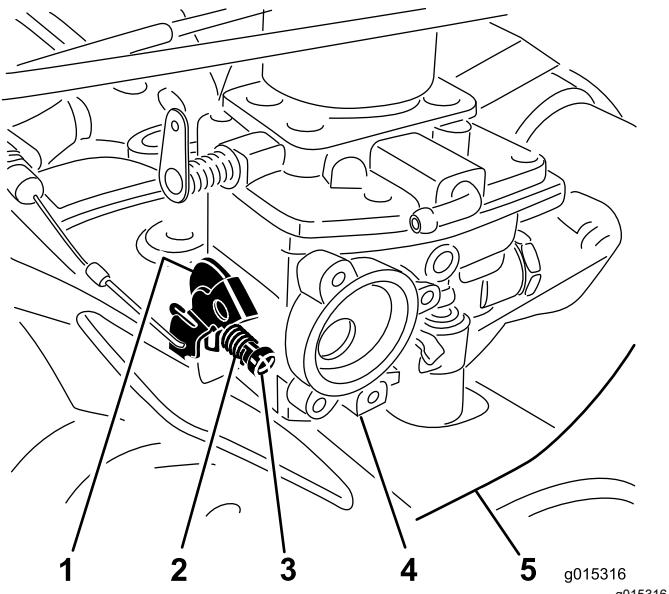
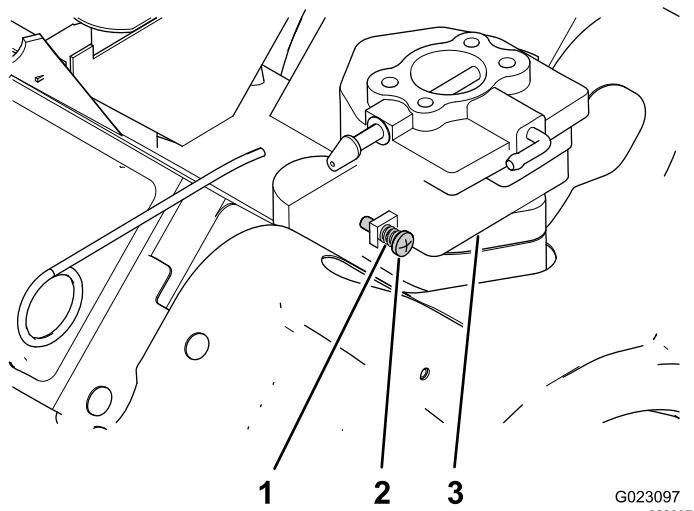

Figura 7
Figura 8
9. **Solo per veicoli MDX:** Montate la molla e la vite di minimo sul gruppo carburatore alla leva dell'acceleratore (Figura 7).
10. Inserite la vite nell'arresto dell'acceleratore in senso orario fino al contatto iniziale con la leva dell'acceleratore, quindi girate ancora una volta la vite in senso orario (Figura 7).
2. Regolate la vite di minimo in modo da raggiungere un valore tra 1050 e 1150 giri/minuto (Figura 7 e Figura 8).